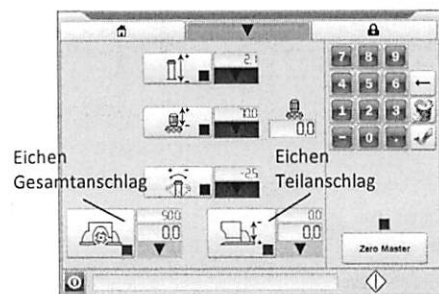

Abbildung 22 Eichmenü
- Durch berühren des Buttons „Eichen Teilanschlag“ wird der Eichvorgang initialisiert (Abbildung 22)